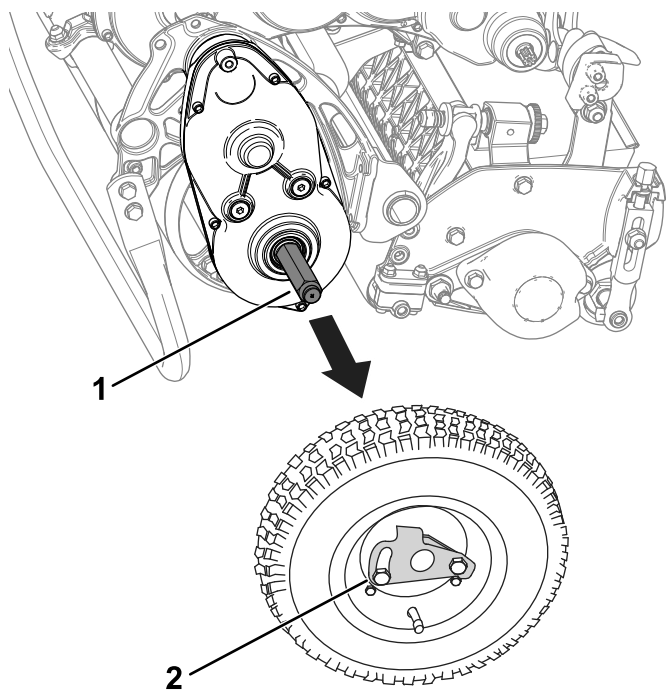

Figura 18
3. Remova as rodas de transporte empurrando os cliques de bloqueio da roda para fora dos eixos (Figura 18).